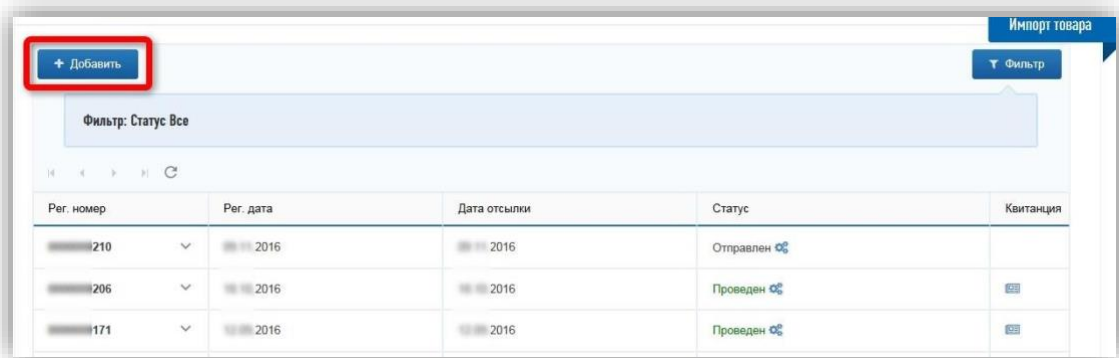

Рисунок 158 – Создание нового документа
- На открывшейся странице нажмите кнопку «Добавить» (рис. 158).